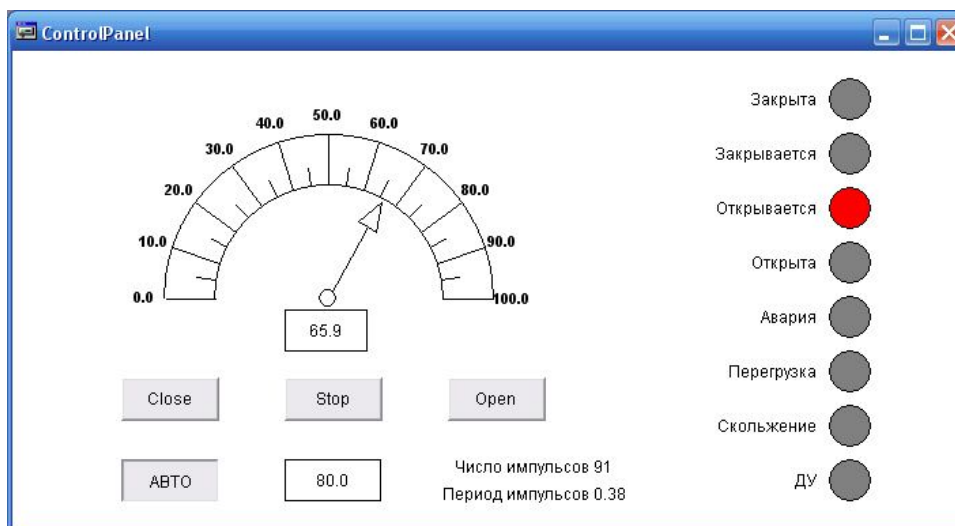

Рис. 7. Экран визуализации
8. Создайте экран визуализации, разместите на нем элементы отображения состояния и управления исполнительным механизмом, рис. 7.